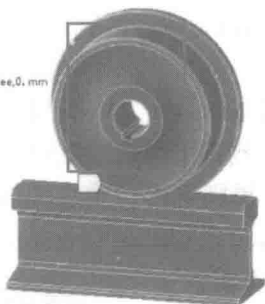

图 1-10 施加载荷
(3) 施加位移，首先在标准工具栏上单击，然后选择轮轨端面，在环境工具栏单击【Supports】→【Displacement】→【Details of “Displacement”】→【Definition】，设置【Define By】= Components，【X Component】= 0mm，【Y Component】= free，【Z Component】= 0mm，如图 1-10 所示。